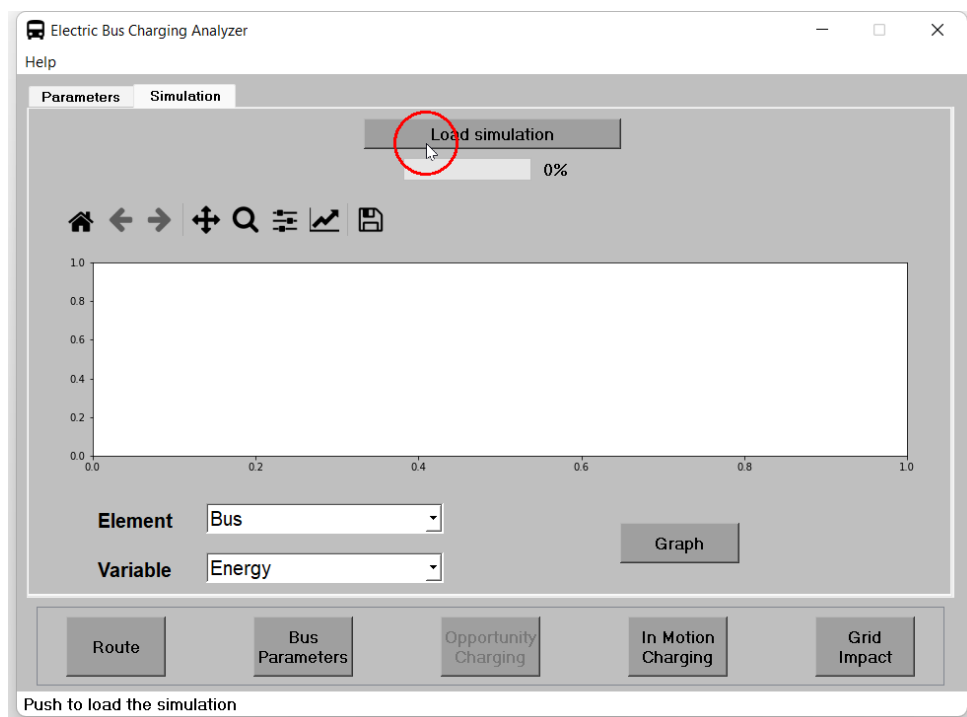

Figura 26: Cargar simulación.
3. Ahora, se presiona el botón **Load simulation** para cargar la simulación (figura 26).